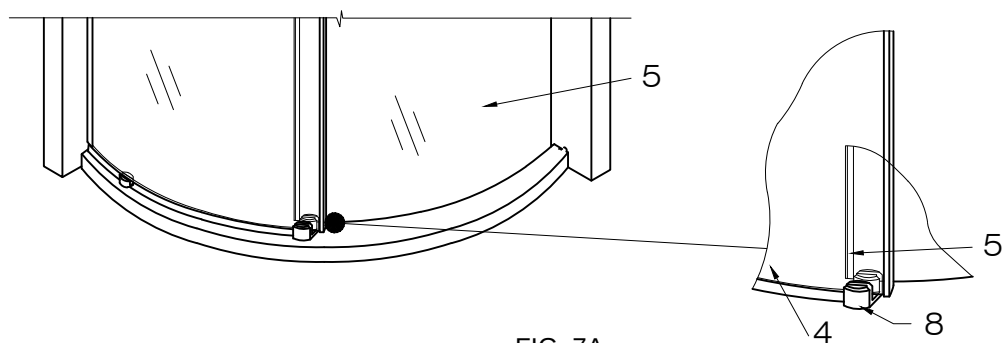

FIG. 7A
4. Vérifiez que la partie inférieure de la porte est alignée avec l'encoche du guide inférieur de porte (n° 8). [CF FIG. 7A]